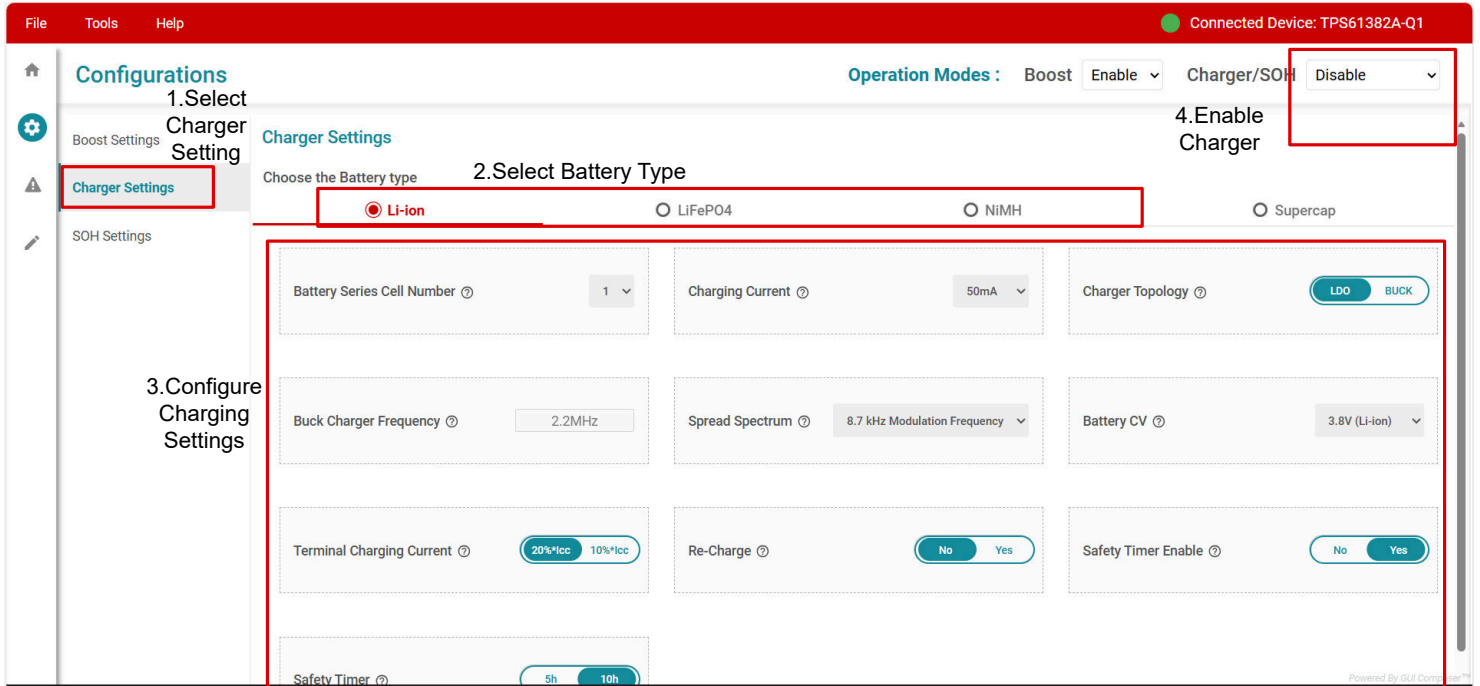

图 3-4. 充电器设置表
5. 单击 **Charger Settings** 按钮，切换到充电器设置表（请参阅图 3-4）。默认情况下，将充电器设置为锂离子模式。根据设计目标设置充电器模式电池类型、电池数量、CC 电流等。